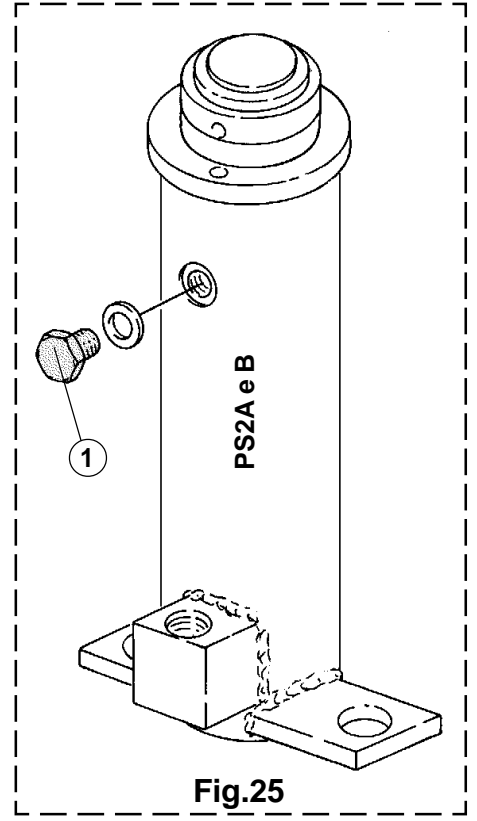

Fig.25
- Cilindri di spunto PS1 e PS2: ruotare il commutatore SL1 (fig. 33) e premere il pulsante di salita; in questa maniera si riempie il circuito fra PS1 e PS2. Allentare la vite (1 - fig. 25) indicata sul cilindro PS2 e fare uscire l'aria presente al suo interno.
- PS1 and PS2: turn SL1 switch (fig. 33) and press Up button. The circuit between PS1 and PS2 will be supplied. Loosen the screw (1 - fig. 25) on PS2 cylinder to bleed.
- Anlaufzylinder PS1 und PS2: Den Umschalter SL1 (Abb. 33) drehen und die Hebesteuertaste drücken. Dadurch wird der Kreislauf zwischen P1S1 und PS2 gefüllt. Die auf dem Zylinder PS2 angezeigte Schraube (1 - Abb. 25) lösen und die darin enthaltende Luft ablassen.
- Vérins de démarrage PS1 et PS2 : tourner le commutateur SL1 (fig. 33) et appuyer sur le bouton de montée ; de cette façon, le circuit entre PS1 et PS2 se remplit. Desserrer la vis (1 - fig. 25) sur le cylindre PS2 et laisser sortir l'air à l'intérieur du cylindre.
- Cilindros de arranque PS1 y PS2: girar el conmutador SL1 (fig. 33) y presionar el pulsador de ascenso: de esta manera se llena el circuito entre PS1 y PS2. Aflojar el tornillo (1 - fig. 25) indicado en el cilindro PS2 y dejar salir el aire que se encuentra en su interior.